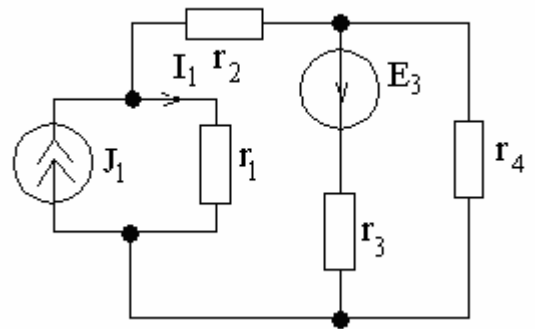

Рис. 54
26. В цепи с сопротивлениями $r_1=40$ Ом, $r_2=5$ Ом, $r_3=10$ Ом, $r_4=10$ Ом действуют источник тока $J_1=10$ А и источник ЭДС $E_3=100$ В (рис. 54). Определить мощность источника тока, пользуясь методом эквивалентного генератора.